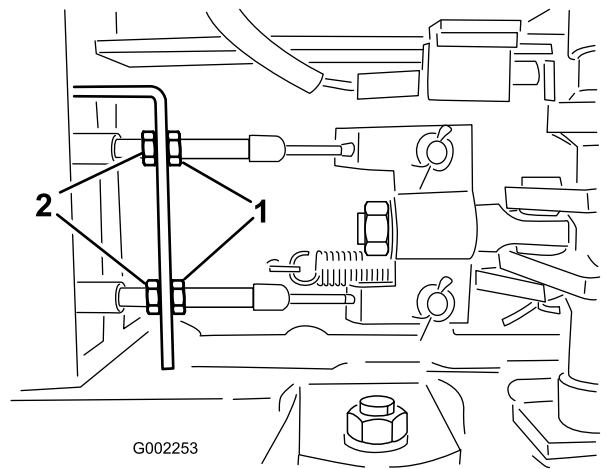

图56
5. 松开打药车前端下面的刹车线上的前螺母（图56）。
6. 均匀地旋紧后螺母、直至刹车踏板移动 1/2 至 1 英寸（1 至 2 厘米）时即感觉到阻力（图56）。